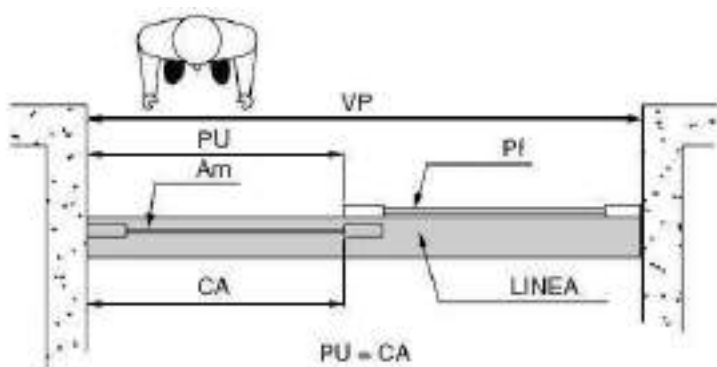

рис. 11
7.2. Крепление между двух стен (в проем, туннельный монтаж) (рис. 11)
При этом типе установки две боковые стены являются ограничителями хода створки. Если короб короче, чем расстояние между двумя стенами, пододвиньте короб вплотную к стене со стороны полезного прохода PU (рис. 11). Так как в данном случае нет перекрытия S, то, чтобы получить полное закрывание дверей, полезный проход PU должен быть равен Ходу Створки CA.